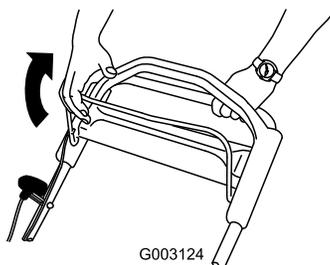

Рисунок 22
2. Потяните штангу управления ножом в направлении рукоятки (Рисунок 22).